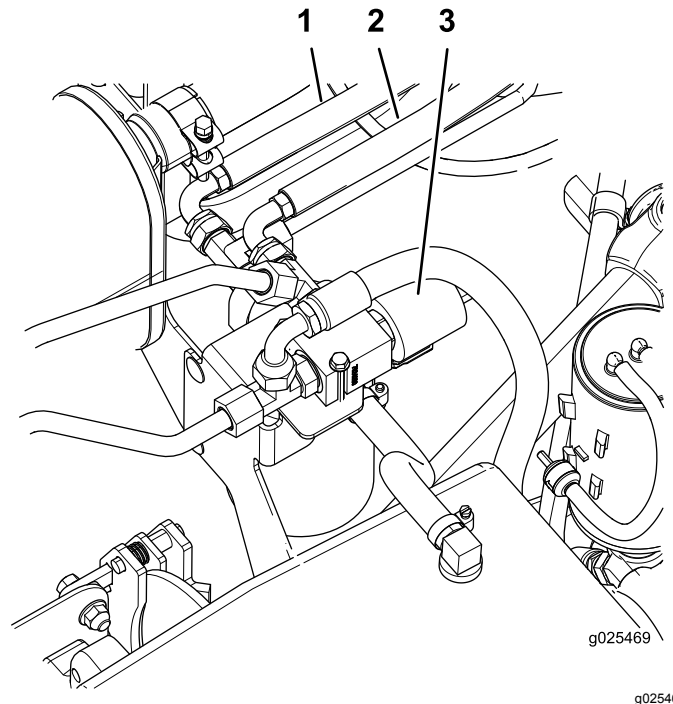

Figura 16
3. Conecte la manguera larga (86½") al acoplamiento en T del distribuidor (Figura 16).
4. Conecte la manguera larga (80½") al acoplamiento en T del alojamiento del filtro (Figura 16).